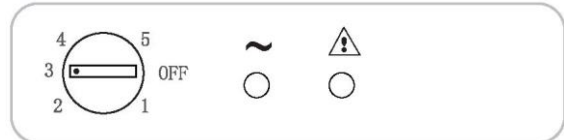

Abb. 1
- Die Temperatureinstellung beider Fächer erfolgt durch Drehen des Thermostatschalters (Abb. 1). Wählen Sie die gewünschte Position aus: